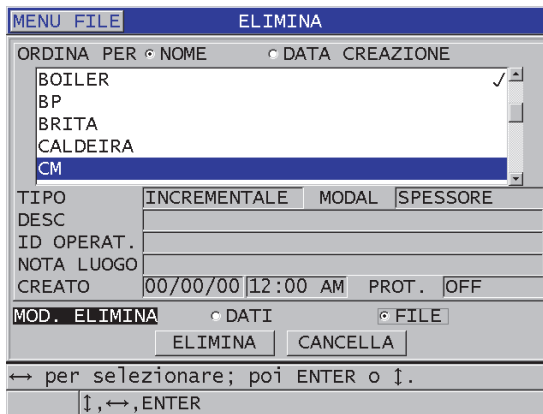

Figura 11-20 Eliminazione di un file
3. Nella schermata **ELIMINA** (vedi Figura 11-20 a pagina 220):